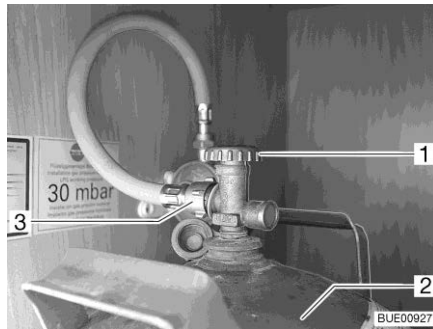

Fig. 94 Vano portabombole
- Chiudere la valvola principale di arresto (Fig. 94,1) della bombola del gas (Fig. 94,2). Osservare la direzione della freccia.
- Svitare il tubo del gas (Fig. 94,3) dalla bombola del gas.